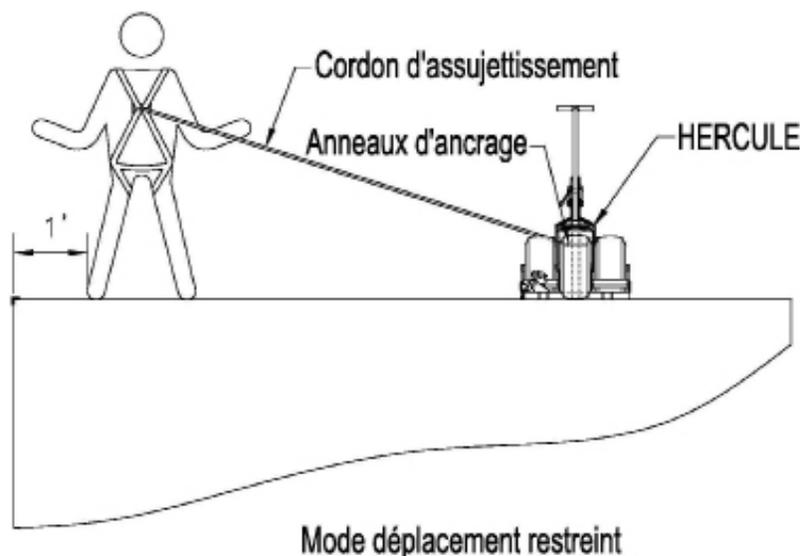

Figure 2
- o Cordon d'assujettissement d'une longueur qui ne permet pas à l'utilisateur d'atteindre la bordure du toit. (Voir figure 2)